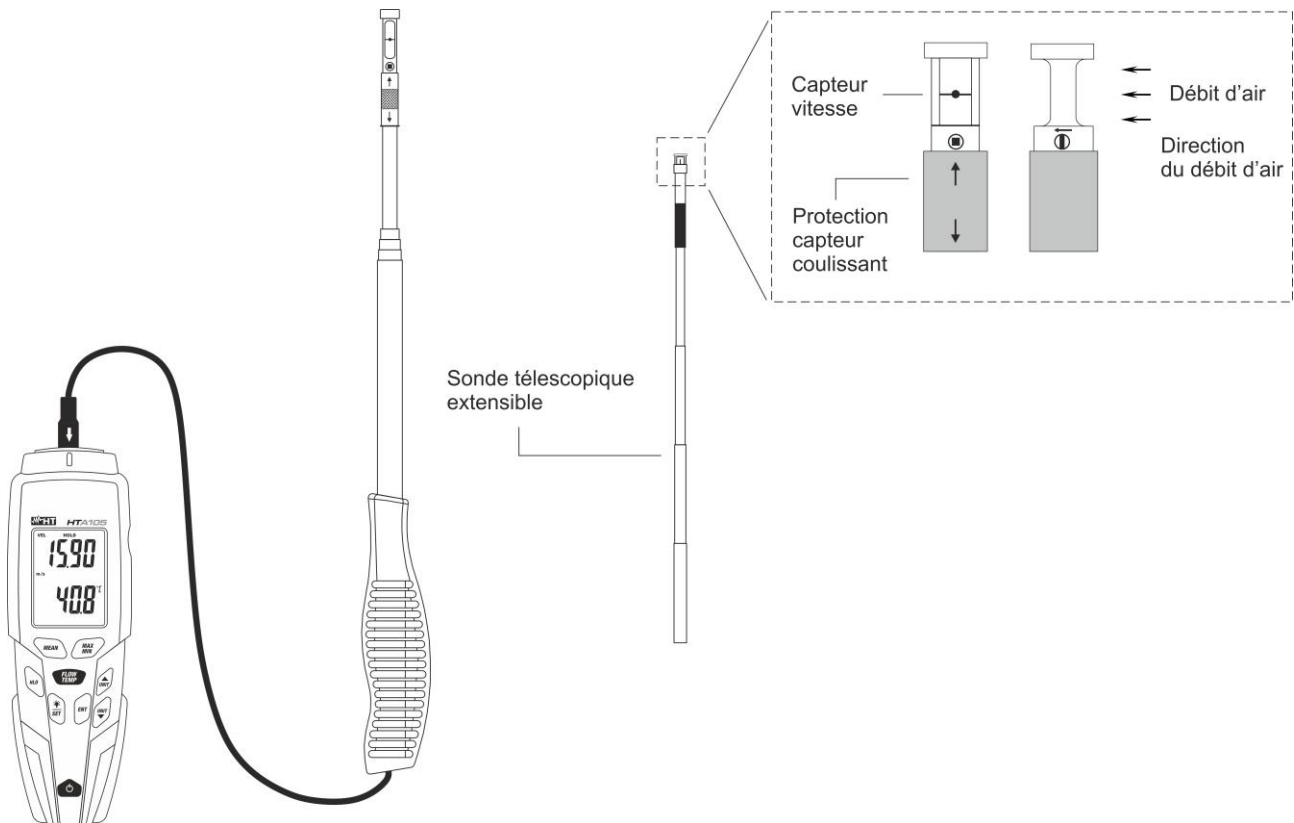

Fig. 7: Mesure de vitesse et température de l'air
8. Appuyer sur la touche **ENT** à la fin pour valider la valeur de la zone du conduit. La page-écran suivante (voir Fig. 7) s'affiche
1. Introduire la sonde extérieure sur la partie haute par l'extrémité spéciale (voir Fig. 1 – partie 1). Prêter attention à la flèche présente sur le connecteur de la sonde (voir Fig. 7 qui doit être orienté vers la partie avant de l'instrument)
5. Allonger éventuellement la sonde télescopique et positionner le capteur de vitesse en direction parallèle au débit d'air dans la direction indiquée par la flèche qui figure au sommet de celle-ci (voir Fig. 7)
1. Introduire la sonde extérieure sur la partie haute par l'extrémité spéciale (voir Fig. 1 – partie 1). Prêter attention à la flèche présente sur le connecteur de la sonde (voir Fig. 7 qui doit être orienté vers la partie avant de l'instrument
8. Allonger éventuellement la sonde télescopique et positionner le capteur de vitesse en direction parallèle au débit d'air dans la direction indiquée par la flèche qui figure au sommet de celle-ci (voir Fig. 7)